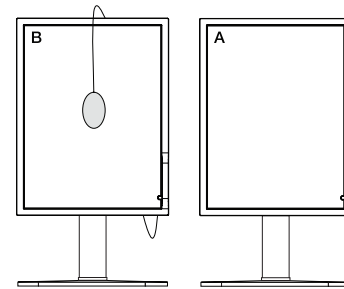

Figure C.2
8. Retirez le capteur optique USB de l'écran A source et placez-le au centre de l'écran B (Figure C.2).